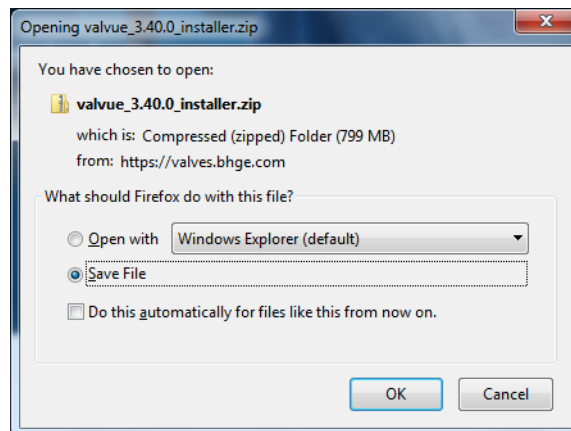

Figura 9 - Diálogo de apertura
2. Haga clic en **Descargar** debajo de *Descargar instalador de ValVue* y aparece la Figura 9.